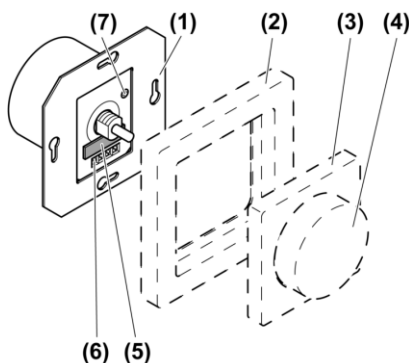

Рис.1: конструкция прибора
- Установите уровень минимальной яркости с помощью регулятора (7) (Рис.1). Минимальная яркость должна быть установлена таким образом, чтобы при повороте ручки в крайнее левое положение, подключённые лампы ещё излучали видимый свет.